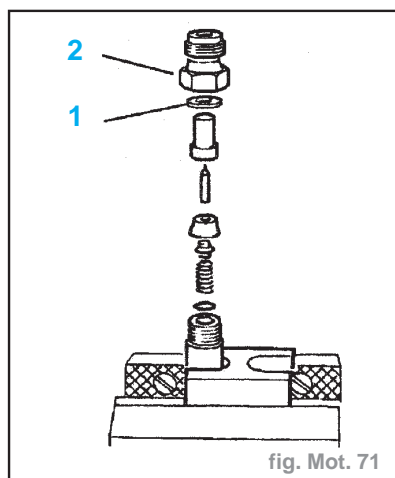

fig. Mot. 71
Nota : La rondelle pare-feu (1) doit être montée face bombée vers l'écrou (2) (fig. Mot. 71).